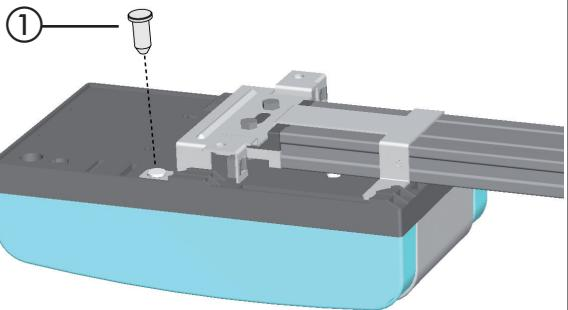
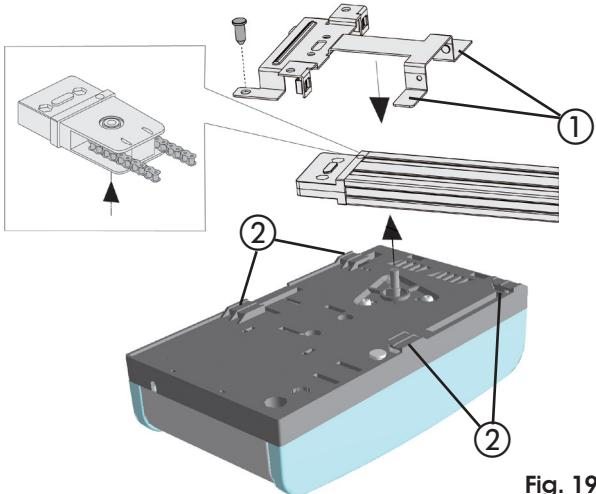
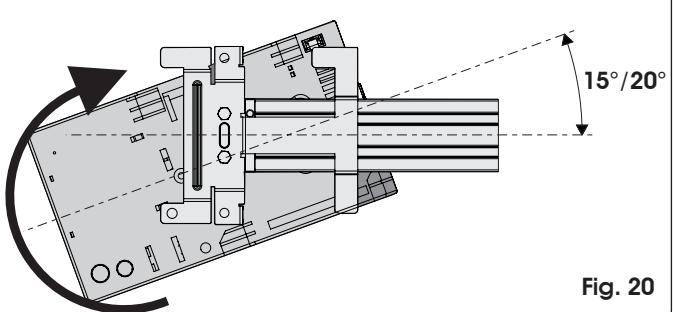

Fig. 21
Fig. 19
Fig. 20
- 1) Steek, terwijl de aandrijving met een hoek van 15°/20° wordt gehouden (Fig. 20), het asje van de motorreductor in de verbinding aan de achterkant van de geleiderail, en duw de pootjes (Fig. 19 ref.①) naar de uitsparingen op de onderkant van de aandrijving (Fig. 19 ref. ②).
- 2) Draai de aandrijving in de richting van Fig. 20 tot hij in de positie van Fig. 21 komt, en steek de pen in het gat van de verbinding aan de achterkant (Fig. 21 ref. ①).